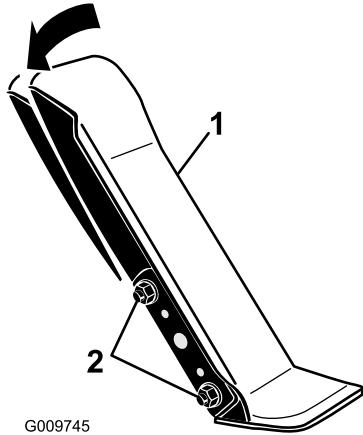

Figura 104
- Desaperte as 2 porcas e parafusos que fixam o lado esquerdo do pedal de tração ao suporte (Figura 104).
- Rodar o pedal para o ângulo de funcionamento pretendido e apertar as porcas (Figura 104).